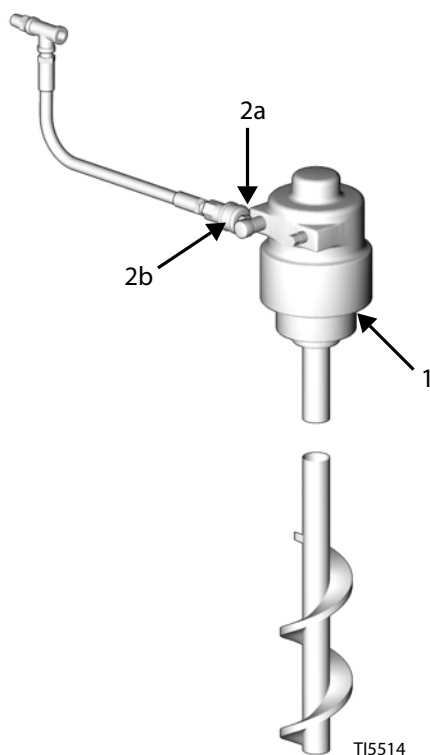

Рис. 3. Комплект смесителя
- a. См. Рис. 3. Установите смеситель (1) в бочку.